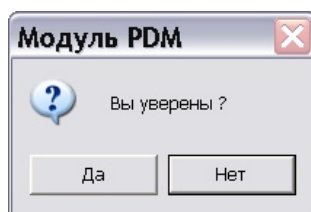

Рис. 48
3. Подтвердите свое намерение удалить связь (Рис. 48).